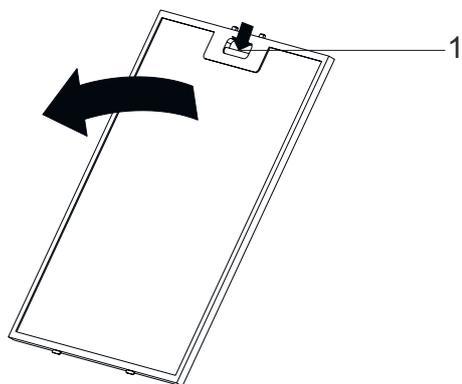

Fig. 6
- Premir o separador do filtro de alumínio (1) e puxar o filtro de alumínio na direção da seta (Fig. 6).